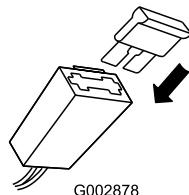

Figura 30
- Introduzca el fusible en el portafusibles (Figura 30).